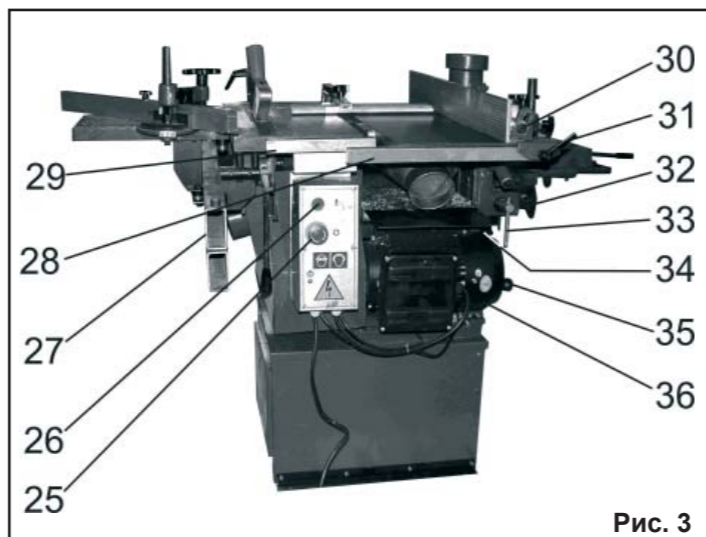
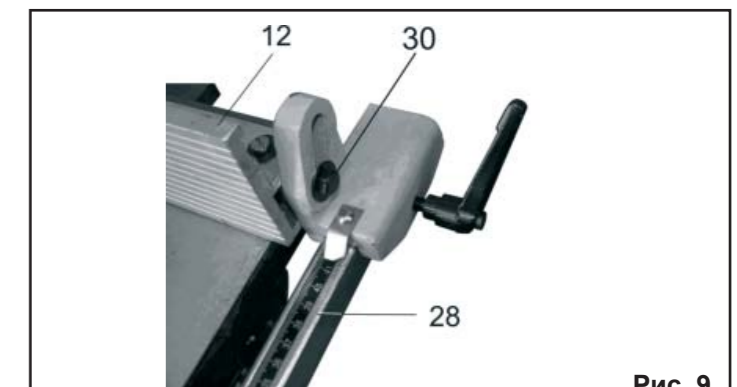

Рис. 3
Рис. 9
8.2.9. Закрепите болтом с шайбой (30) направляющую планку (12) к держателю, Рис. 9. В зависимости от намеченной операции направляющая планка (12) устанавливается на опоры (28) или (29), Рис. 3, 9.